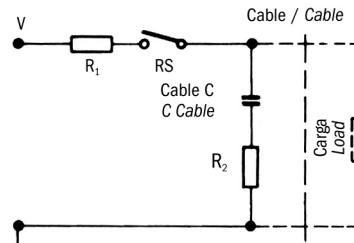

Fig. 4
2) Cargas capacitivas y lámparas a diferencia de las cargas inductivas, con cargas capacitivas y con lámpara se producen elevadas descargas de corriente que pueda provocar fallos inmediatos, e incluso la soldadura de los contactos. Cuando se comutan condensadores cargados o condensadores de línea, se produce una descarga inmediata cuya intensidad depende del alcance y la longitud de las cargas. La corriente de descarga pico está limitada por una resistencia en serie con el condensador, como se indica en la fig. 4 (ver página siguiente). El tamaño de la resistencia se determinará de acuerdo con las posibilidades existentes en un circuito determinado. En cualquier caso, debe ser lo más grande posible para limitar la descarga de corriente en Límites aceptables. Esto también se aplica a la carga con condensadores. En el caso de los circuitos con condensadores de alta descarga de corriente, deben utilizarse los circuitos de la figura 5 (ver la página siguiente), con R1 o R2.